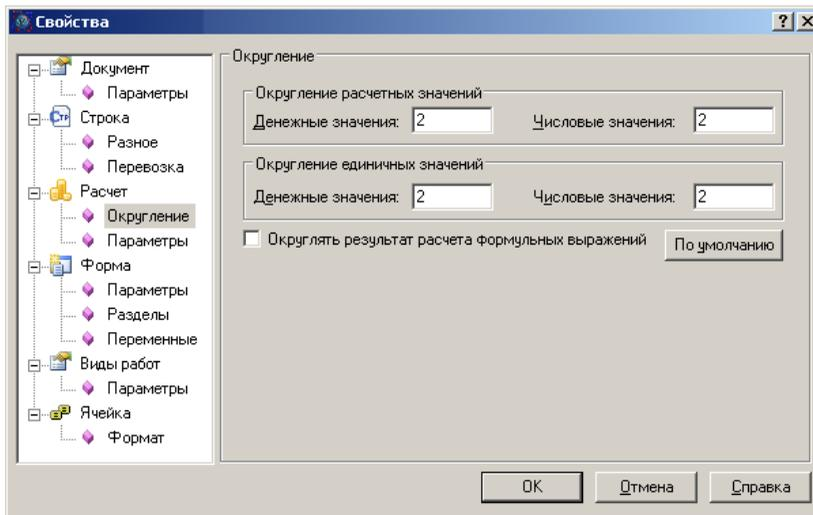

Рис. 4.1 Диалоговое окно «Свойства» раздел «Расчет» / «Округление».
При помощи раздела «Округление» диалогового окна «Свойства» (Рис. 4.1) программа SmetaWIZARD позволяет:
1. Выберите команду **Свойства расчета** на вкладке **Главная** или воспользуйтесь командой **Свойства** контекстного меню. В открывшемся диалоговом окне «*Свойства*» выберите раздел «Расчет» / «Округление» (Рис. 4.1).